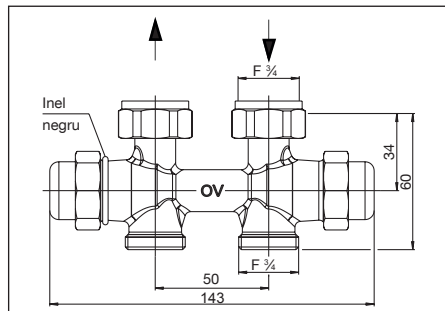
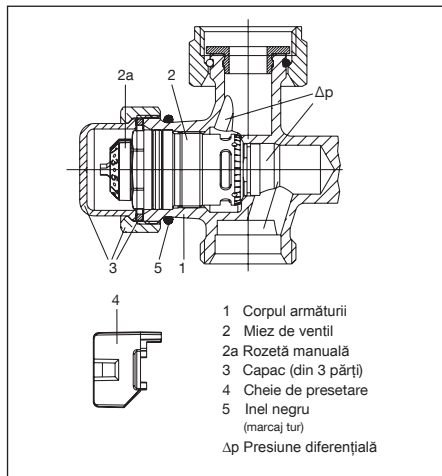
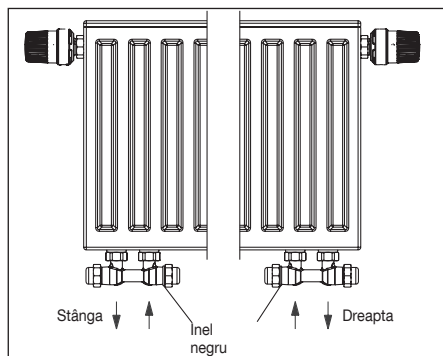

Fig. 3 Model drept
Fig. 5 Structura regulatorului de debit
Fig. 6 Racordarea pe stânga / dreapta
Debitul maxim poate fi reglat cu ajutorul cheii de presetare (poz. 4, fig. 5) (vezi punctul 6.2.1).
După conectarea aparatului de măsurare, se măsoară presiunea diferențială la corpul robinetului. În acest scop, se deșurubează mai întâi capacul (poz. 3, fig. 5), iar apoi se deșurubează miezul de ventil (poz. 2, fig. 5) cu ajutorul unelei „Demo-Bloc” și se măsoară în continuare presiunea diferențială cu ajutorul tijei de măsurare. De îndată ce valoarea măsurată este egală sau mai mare decât presiunea diferențială Δp min. (vezi 4.1), presiunea diferențială este suficientă pentru reglarea automată a debitului cu ajutorul armăturii.
Sensul de curgere prin robinetul „Multiflex FQ” trebuie să fie cel specificat (vezi fig. 3, 4 și 6). Este obligatorie respectarea poziției racordului de tur și retur. Țeava de tur trebuie racordată la armătură pe partea regulatorului de debit, marcată cu un inel negru (poz. 5, fig. 5). Robineții colțari sunt disponibili în variantele pentru racordare pe partea stângă sau dreaptă (pentru racordare vezi fig. 6).
2. Deșurubați de pe corpul robinetului miezul de ventil „QA” (poz. 2, fig. 5) și miezul de izolare „Combi LR” de pe partea opusă folosind o cheie mărimea 19.
4. Demontați inelul negru (poz. 5, fig. 5) ce servește la marcarea racordului de tur și montați-l pe partea opusă (miezul de ventil „QA”).
Conductele trebuie instalate paralel și nu au voie să fie tensionate. Este obligatorie respectarea poziției racordului de tur și de retur pentru ca sensul de curgere prin armătură să fie cel corect. Partea la care trebuie racordată conducta de tur este marcată pe armătură cu un inel negru (poz. 5, fig. 5).
Se îndepărtează mai întâi capacul de pe tur (marcat cu inel negru, poz. 5, fig. 5).
Se efectuează presetarea dorită cu ajutorul cheii de presetare (poz. 4, fig. 5). Presetarea se poate efectua doar prin poziționarea cheii de presetare aferente pe rozeta manuală (poz. 2a, fig. 5). Acest lucru protejează robinetul împotriva manipulării de către persoane neautorizate.
1. Îndepărtați capacul de pe tur (marcat cu inel negru, poz. 5, fig. 5).
Miezul de ventil (poz. 2, fig. 5) se poate deșuruba de pe corpul armăturii (poz. 1, fig 5) cu ajutorul unelei „Demo-Bloc”, fără a fi necesară golirea instalației.